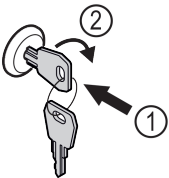

Fig. 104
- ▶ Uvucite ključ Fig. 104 (1).
- ▶ Okrenite ključ za 90° nadesno Fig. 104 (2).